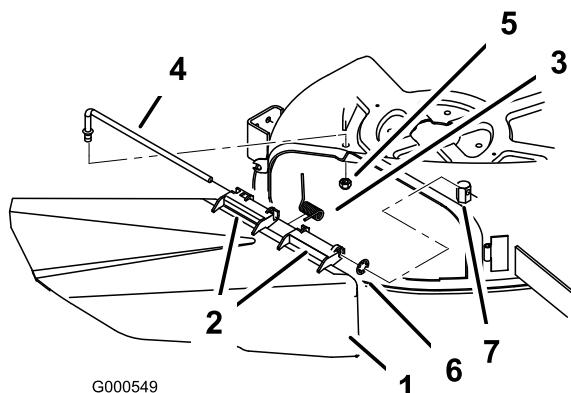

Figure 51
- Repérez les éléments illustrés (Figure 51).
- Retirez l'écrou (3/8 pouce) de la tige, sous le plateau de coupe (Figure 51).
- Sortez la tige de la courte cheville de positionnement, de la rondelle-frein intérieure, du ressort et du déflecteur d'herbe (Figure 51). Enlevez le déflecteur s'il est endommagé ou usé.
- Reposez le déflecteur d'herbe et la rondelle-frein intérieure (Figure 51).
- Placez le ressort sur la tige, les fils d'extrémité dirigés vers le bas, entre les supports du déflecteur d'herbe. Insérez la tige dans le deuxième support du déflecteur d'herbe et la rondelle-frein intérieure (Figure 51).
- Insérez la tige à l'avant du déflecteur dans la courte cheville de positionnement sur le plateau. Fixez l'extrémité arrière de la tige dans le plateau de coupe à l'aide d'un écrou (3/8 pouce) (Figure 51).